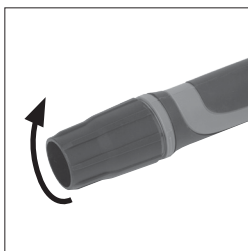

Fig. 1
- Slăbiți piulița de fixare de pe mâner. (**Fig. 1**)